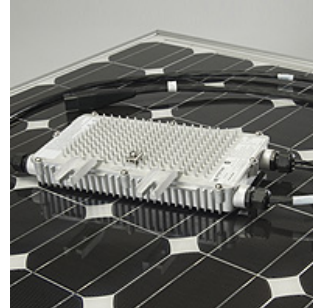

Figure 19 : Onduleur de string (SMA) sans transformateur Figure 20: micro onduleur (Enphase)
2. Les onduleurs de string (string inverter) : ces onduleurs reçoivent les contributions de quelques strings et développent des puissances de quelques 0.7 à 11 kVA en mono- ou triphasé. Ces onduleurs qui peuvent parfois être installés en extérieur existent avec ou sans transformateur intégré. Les modèles sans transformateur ont de plus hautes efficacités de conversion, les meilleurs modèles atteignant 98% contre 96% pour les modèles avec transfo. (Figure 19)